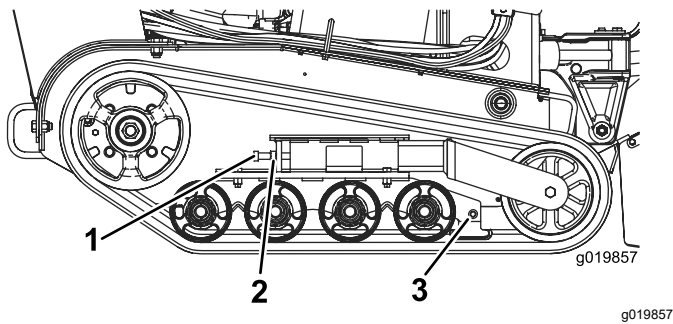

Figura 46
3. Slăbiți contrapiulița de pe urubul de tensionare a enilei și uruburile de prindere de pe braul de tensionare (Figura 46).
4. Strângeți șurubul de tensionare la un cuplu de 32,5 - 40 N m pentru a tensiona enila (Figura 46).
4. Retrageți urubul de tensionare și contrapiulița (Figura 46).